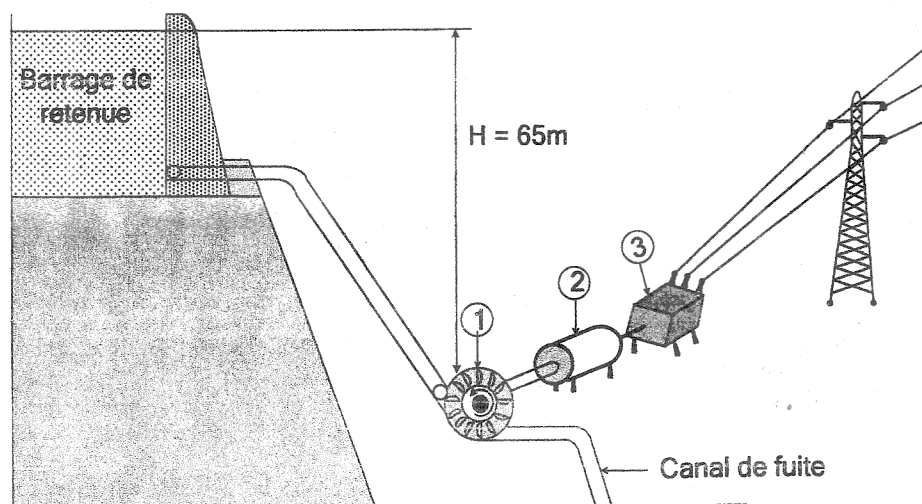

Figure 1 : Schéma de principe d'une centrale hydroélectrique
Le schéma de la figure 1 ci – dessous représente une centrale hydroélectrique. L'énergie produite dans cette centrale est acheminée à travers une ligne de transport très haute tension (THT) vers un centre d'interconnexion.
- 1.2 La hauteur de la chute d'eau est de 65 m. Nommer le type de centrale hydroélectrique de la figure 1. Justifier la réponse. (0,5pt)